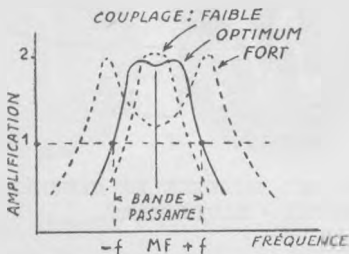

Fig. 16.
3) Si la courbe présente bien un plateau, ou deux « bosses de chameau » peu accusées (fig. 16).
4) Si la bande passante (c'est-à-dire l'écart des deux fréquences de part et d'autre de la MF nominale où l'amplification n'est que moitié de celle obtenue pour la fréquence nominale) a bien une largeur de 9 Kc/s (fig. 16).